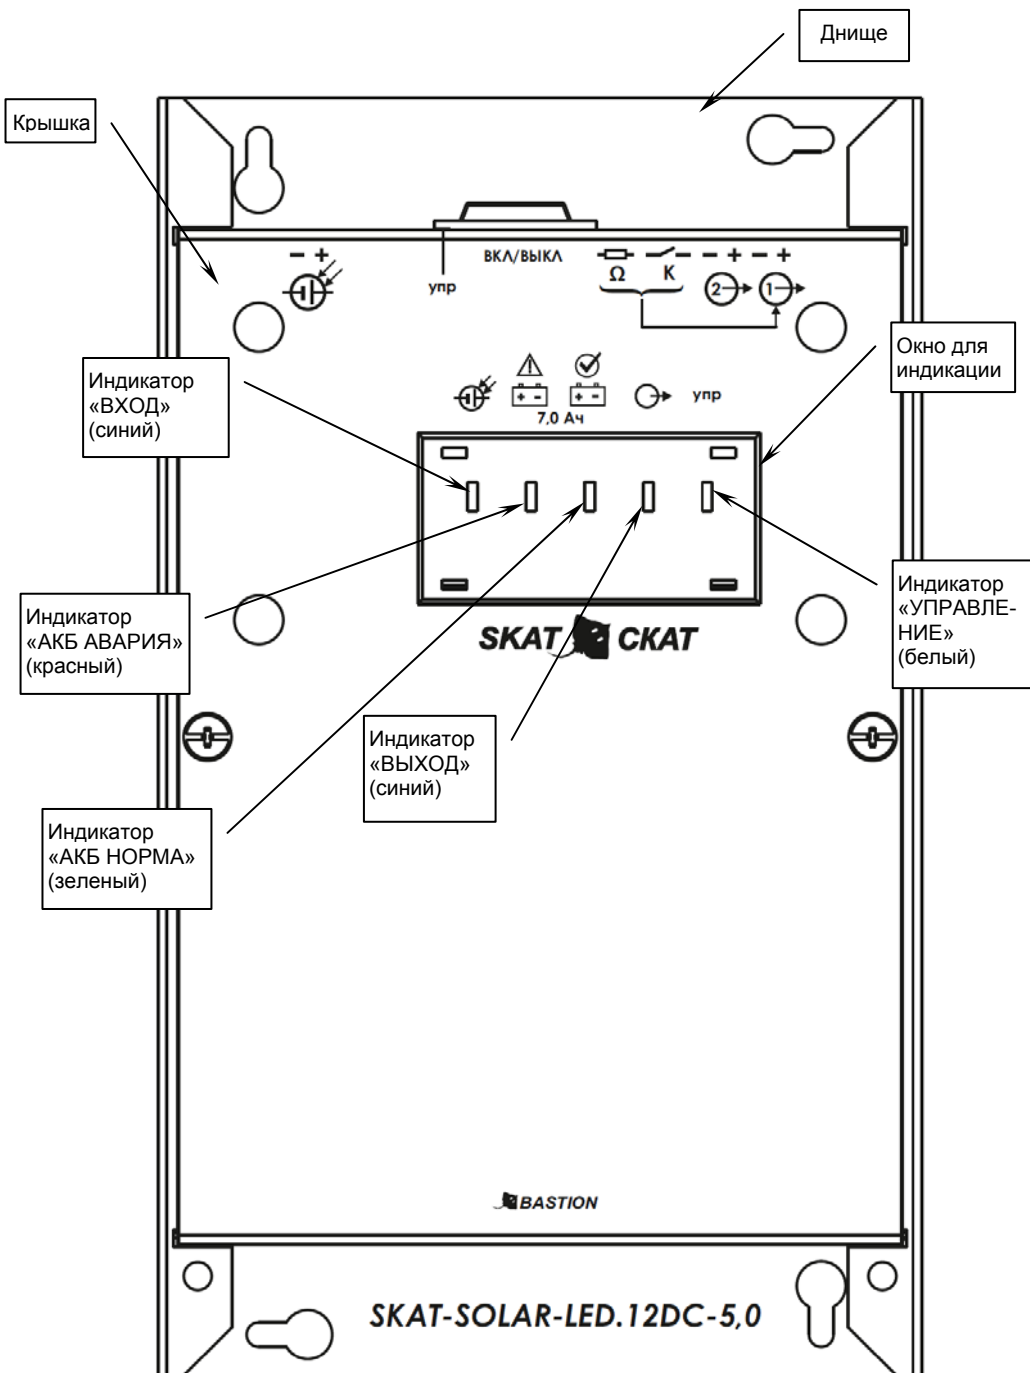

Рисунок 1 – Общий вид источника
- ✓ подключение нагрузок к выходу «ВЫХОД 1» (напряжение на этом выходе есть при разомкнутых контактах входа «КОММУТАТОР» и исчезает при замыкании контактов входа «КОММУТАТОР» через интервал времени, определяемый номиналом резистора, подключенного к соответствующей колодке (см. таблицу 3 и рисунок 1), этот выход также отключается при отключении АКБ по разряду);
Источник представляет собой устройство питания нагрузки от АКБ, заряжаемой от солнечной батареи, и размещенное в металлическом корпусе, состоящем из днища и крышки с полупрозрачным пластиковым окном для индикации (см. рисунок 1). АКБ установлена внутри корпуса.